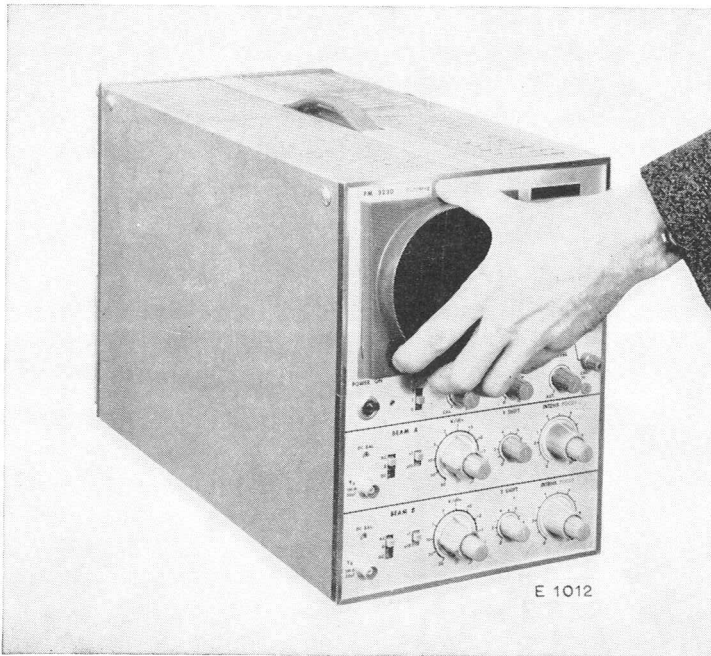

Abb. 11. Abnehmen des Halterahmens für Messraster und Kontrastfilter
C. ABNEHMEN DES HALTERAHMENS FÜR MESSRASTER UND KONTRASTFILTER (siehe Abb. 11)
- Den Halterahmen, wie in Abb. 11 angegeben, anfassen und die Unterseite nach vorn ziehen.